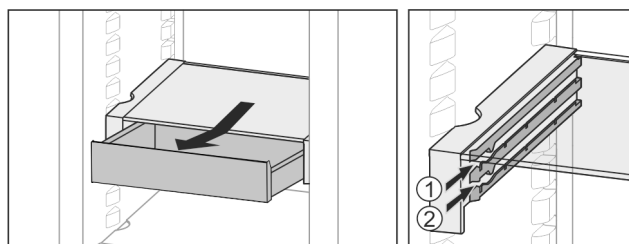

Fig. 21
- ▶ Inserire all'altezza desiderata *Fig. 21 (1)* o *Fig. 21 (2)*.